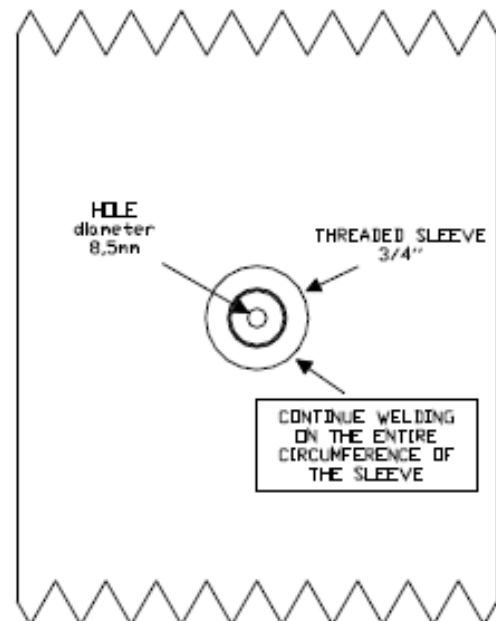

Figura 34: Ilustración de una sonda termovelocimétrica GSTV001D(-EX) instalada.
Para poder realizar una correcta instalación del detector al ducto se deben de seguir los siguientes pasos (en estos pasos se hace referencia a la Figura 34 y la Tabla 19 varias veces):
Tabla 19: Listado de partes en la Figura 34.
4. Posicione la sonda en el centro del mango roscado y rosque la sonda en el mango hasta apretarlo de manera correcta para así tener una instalación sellada, ver Figura 34. Se recomienda utilizar aislamiento entre el roscado, aunque no exista presencia de líquidos.